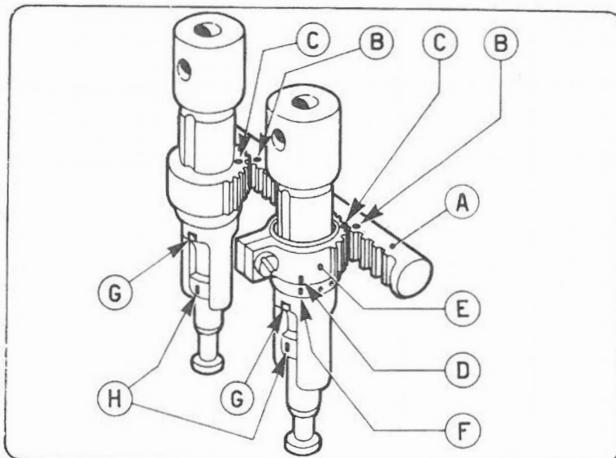

Fig. 44
672/673 - 832/833: dopo la sostituzione dei particolari usurati rimontare la pompa come segue (Fig. 44):
672/673 - 832/833: After replacing worn parts, reassemble pump in following sequence (Fig.44):
- 672/673-832/833 : après remplacement des pièces usagées, remonter la pompe comme suit : (fig. 44) :
- Faire coincider les points (C) avec les points (B) de la crémallière.
- Monter dans les cylindres les pistons plongeurs avec les points (H) à côté des points (G). Ensuite monter les plateaux et pousoirs.
- Tourner la douille pour placer le point (F) en face du point (D).
- Vérifier au banc d'essai que le débit des plongeurs est uniforme et agir sur les plongeurs réglables, c'est à dire faire pivoter le point (F) autour de sa position.